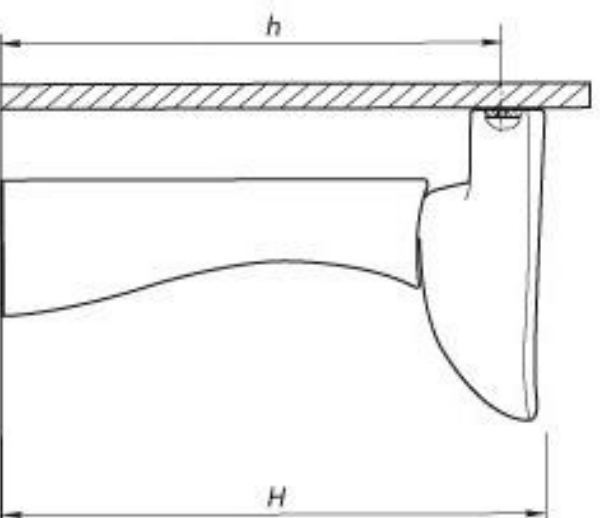

рис. 9
1. Сделать разметку для отверстий – h (рис. 9).